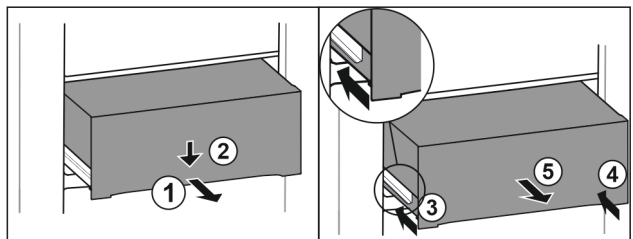

Fig. 221
- Tirer le tiroir jusqu'à mi-chemin. Fig. 221 (1)
- Appuyer sur l'avant du tiroir vers le bas. Fig. 221 (2)
- Insérer le rail gauche d'env. 2 cm. Fig. 221 (3)
- Insérer le rail droit d'env. 2 cm. Fig. 221 (4)
- Retirer le tiroir par l'avant. Fig. 221 (5)